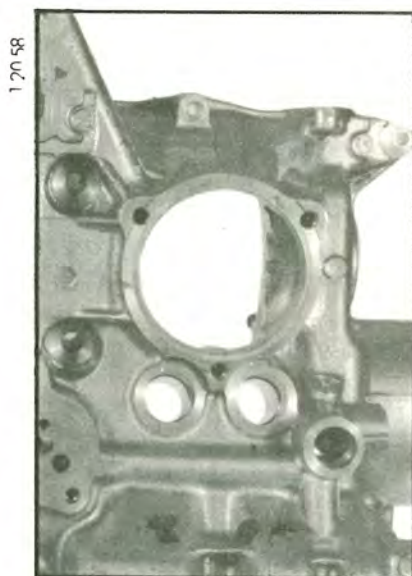

Abb. 1
- 1. Ab Dezember 1972 ist der Durchmesser des Auflegewulstes der Brillendichtung für die Stößelrohre am Motorgehäuse erhöht worden (Siehe Abbildung 1 und 2).